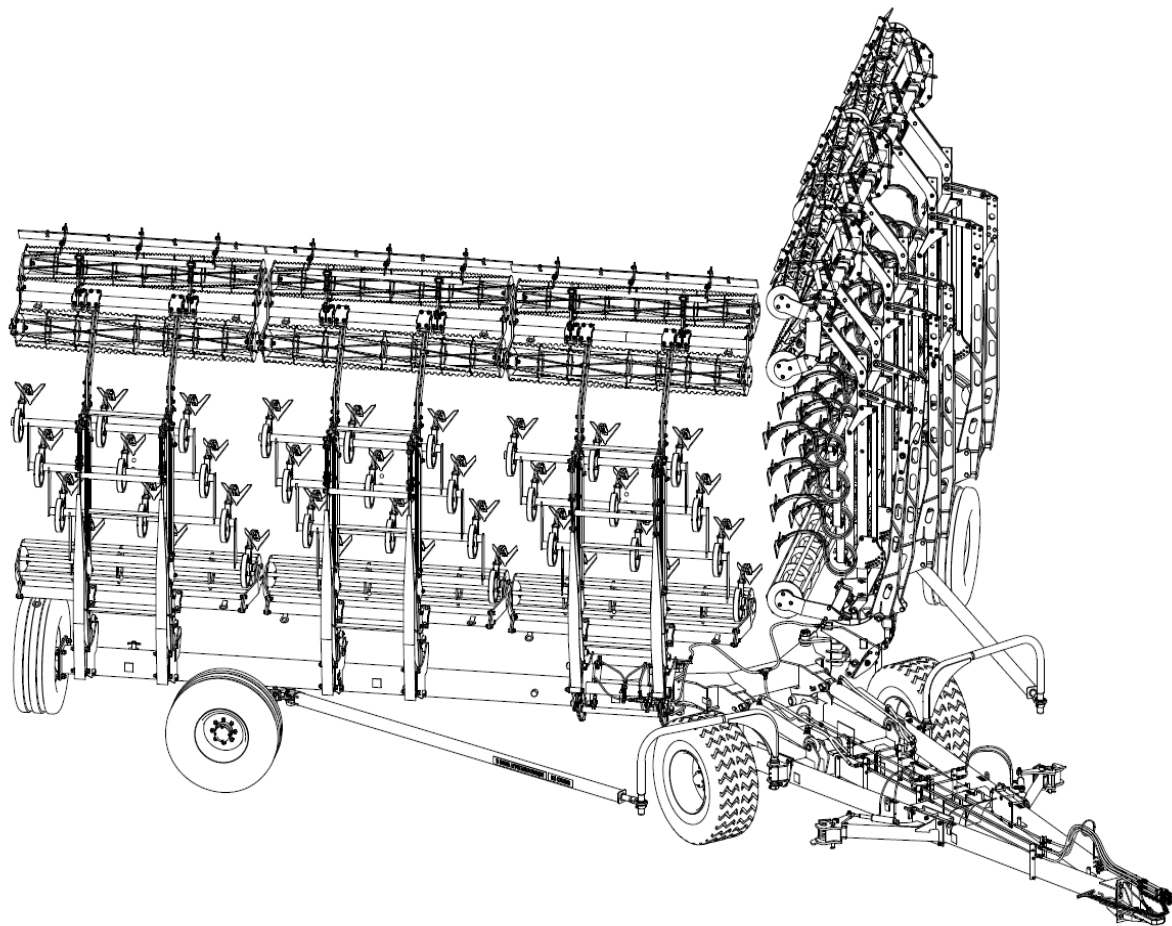
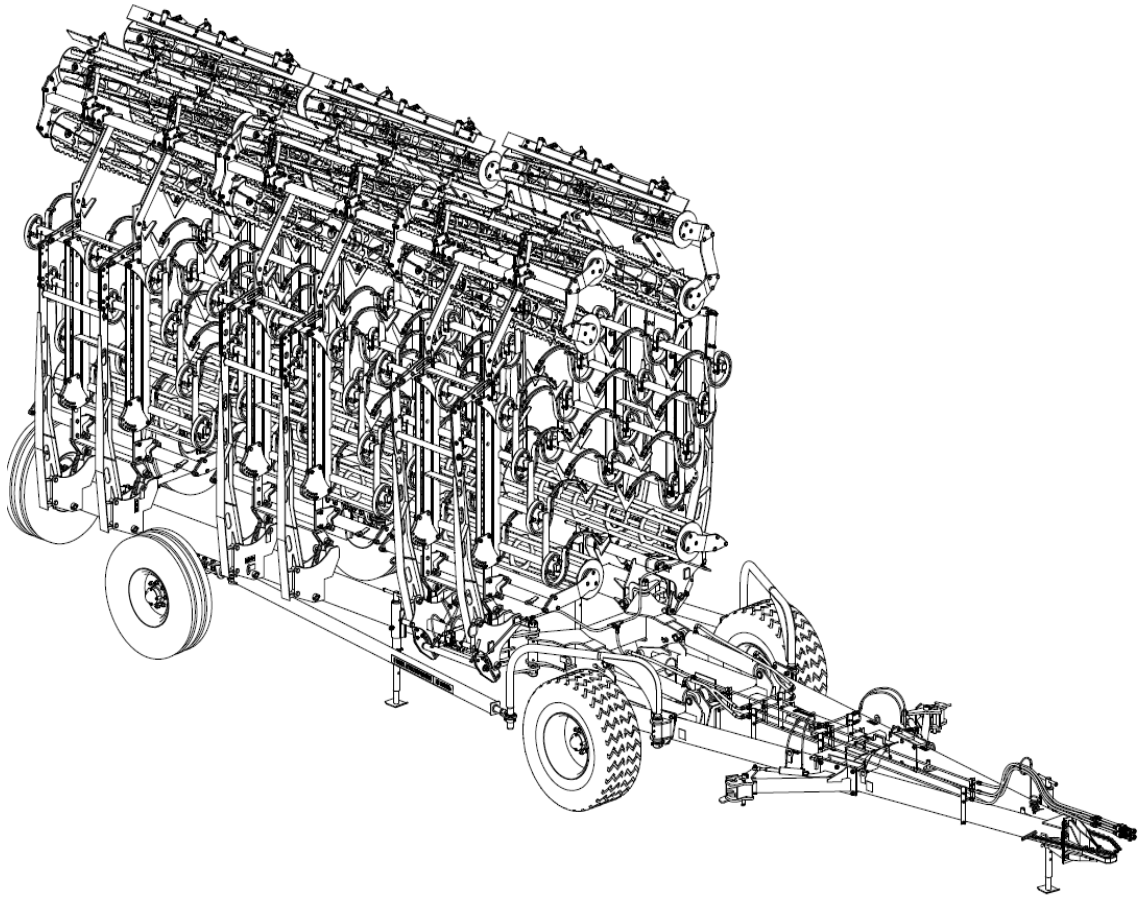

Рис.14.2 Перевод в транспортное положение и наоборот.
Рис.14.3 Культиватор в транспортном положении.
-движением вперед (рис.14.2) перевести культиватор в транспортное положение (рис.14.3);